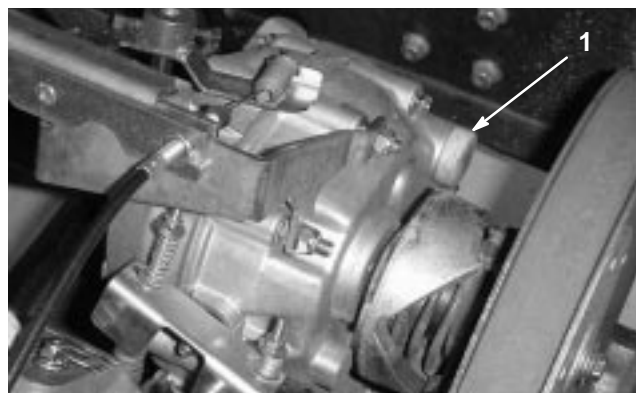

Bild 32
3. Füllen Sie den Ölbehälter (Bild 32) mit ungefähr 1,4 Liter SAE 10W30 Motoröl, oder bis der Ölstand das untere Ende des Füllstand-Prüflochs erreicht (Bild 31).